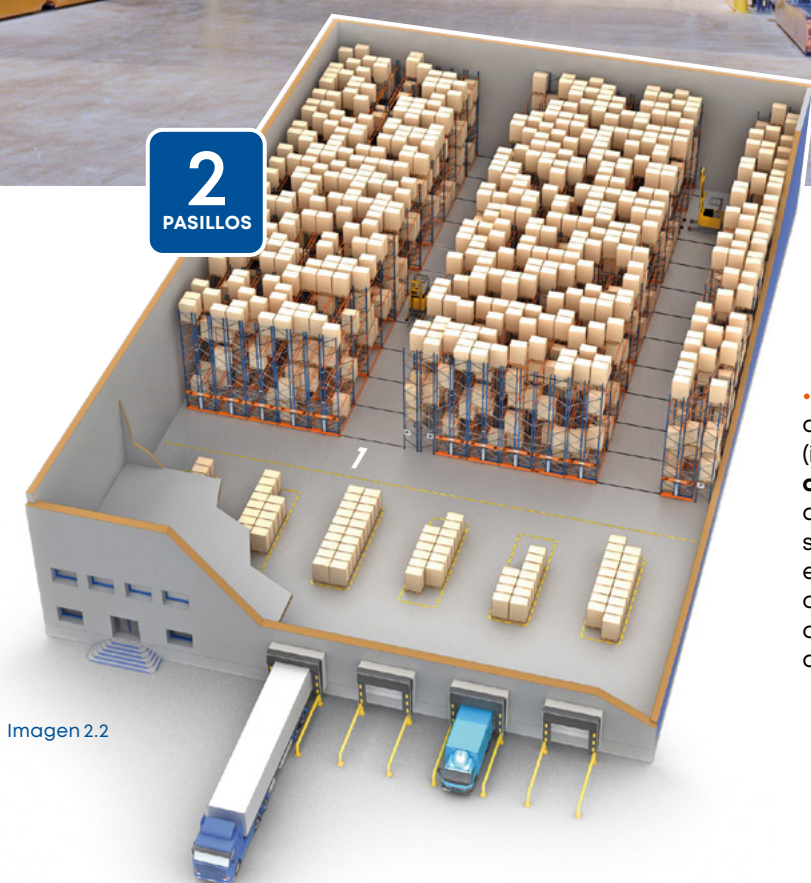

Imagen 2.2
- Cuando se instala una Movirack con un único pasillo de acceso (imagen 2.1), se obtiene la **máxima capacidad**. Pero si se instalan dos o más pasillos (imagen 2.2), se consigue **mayor agilidad** en el manejo de los palets y en las operaciones dentro del almacén, a pesar de que la capacidad disminuye.